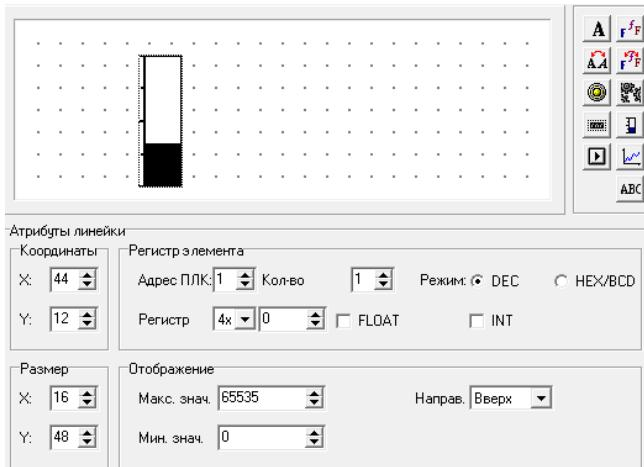

Рис. 4.17. «Линейка»
- Нажать кнопку  Откроется область задания параметров «линейки» (см. рис. 4.17).